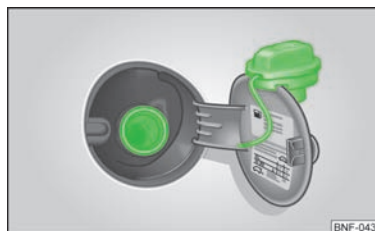

Fig. 94
På indersiden af tankklappen kan du se de korrekte brændstoftyper til din bil samt dækstørrelsen og dæktrykket » Fig. 94.
- Klap tankklappen op med hånden » Fig. 94.
- Skru tankdækslet af mod venstre, og sæt det fast øverst på tankklappen » Fig. 94.